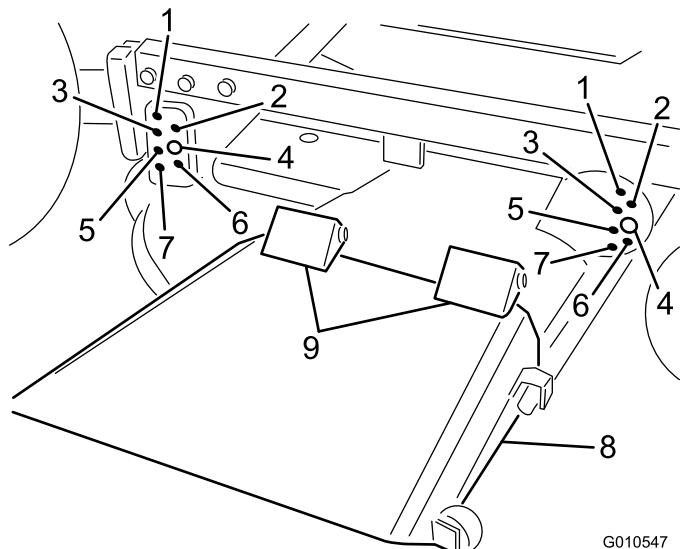

図 11
刈り高の調整範囲は 25 - 102 mm、調整間隔は 13 mm 刻み；調整は、4本のクレビスピンを所定の穴にセットすることにより行う（図 11）。
**注** デフレクタは、スプリングによって下向きにセットされています（図 11）が、トレーラに搭載する時など、必要に応じてデフレクタを開くことができます。